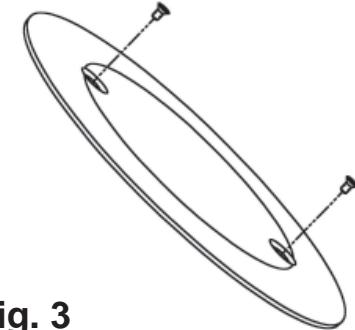

Fig. 3
3. Install abandonment plate (figure 3). Coat supplied screws with sealant compound to ensure water tightness before installing. Coat cover perimeter to ensure water tightness.
3. Fixer la plaque d'annulation (figure 3). Enduire les vis fournies et le périphérique du couvercle d'un composé d'étanchéité à l'eau avant le montage.